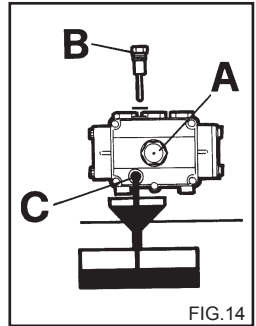

FIG.14
2) Отвинтите пробку с щупом контроля уровня (fig. 14).